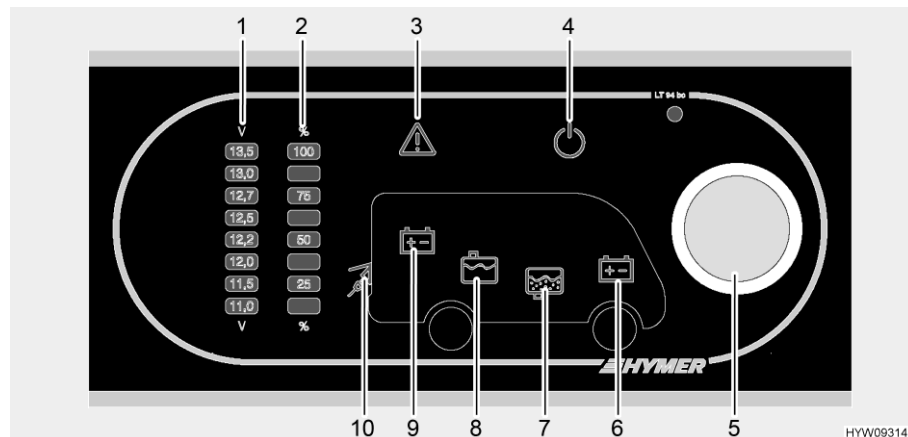

Fig. 95 Panneau de contrôle (LT 94)
Le bouton rotatif (Fig. 95,5) allume ou éteint le panneau de contrôle et l'alimentation 12 V de la cellule.
- Appuyer sur le bouton rotatif (Fig. 95,5) : L'alimentation 12 V de la cellule est assurée. Le voyant de contrôle 12 V (Fig. 95,4) est allumé.
- Appuyer sur le bouton rotatif (Fig. 95,5) : L'alimentation 12 V de la cellule est coupée. Le voyant de contrôle 12 V (Fig. 95,4) s'éteint.
Le bouton rotatif (Fig. 95,5) permet de s'informer sur la tension de la batterie de cellule ainsi que sur celle de la batterie de démarrage. La tension est indiquée sur le cadran de la tension de batterie (Fig. 95,1).
- Tourner le bouton rotatif (Fig. 95,5) jusqu'à ce que le symbole de la batterie dont on désire connaître la tension s'allume.
La tension de la batterie de cellule est indiquée (Fig. 95,9)
La tension de la batterie de démarrage est indiquée (Fig. 95,6)
- Relever la tension sur le cadran de la tension de batterie (Fig. 95,1).
Le bouton rotatif (Fig. 95,5) permet de s'informer sur le niveau du réservoir d'eau ainsi que sur celui du réservoir d'eaux usées. Le niveau est indiqué sur le cadran de niveau du réservoir (Fig. 95,2).
- Tourner le bouton rotatif (Fig. 95,5) jusqu'à ce que le symbole du réservoir dont on désire connaître le niveau s'allume.
Affichage du niveau de remplissage du réservoir d'eau (Fig. 95,8)
Affichage du niveau de remplissage du réservoir d'eaux usées (Fig. 95,7)
- Relever le niveau sur le cadran de niveau du réservoir (Fig. 95,2).
Le voyant d'alerte Alarme (Fig. 95,3) clignote dès que des seuils définis sont dépassés vers le haut ou le bas.
Le voyant d'alerte Alarme (Fig. 95,3) clignote dès que la tension de la batterie n'atteint plus 11 V. Quand l'alimentation 12 V est active, le symbole de batterie correspondant (Fig. 95,6 ou 9) est de plus allumé et l'affichage "11,0" clignote sur le cadran de la tension de batterie (Fig. 95,1). Menace de décharge profonde.
Le voyant d'alerte alarme (Fig. 95,3) clignote et le symbole de réservoir correspondant (Fig. 95,7 ou 8) s'allume dès que le réservoir d'eau est vide ou celui des eaux usées plein.
Le voyant de contrôle 230 V (Fig. 95,10) s'allume si l'arrivée du bloc électrique est sous tension de réseau.